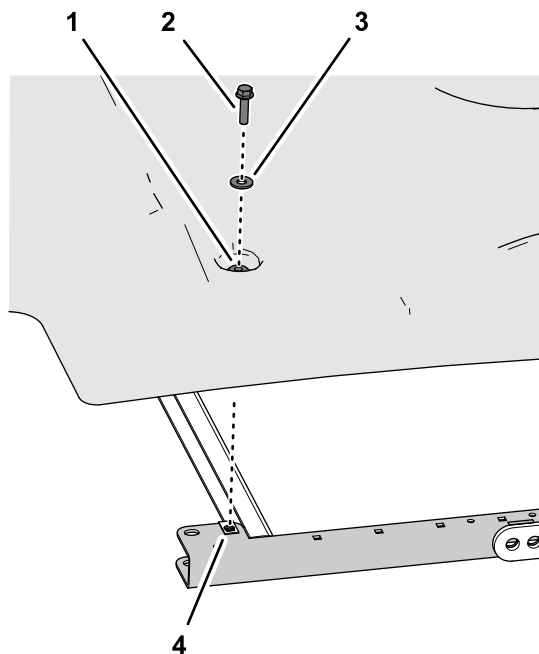
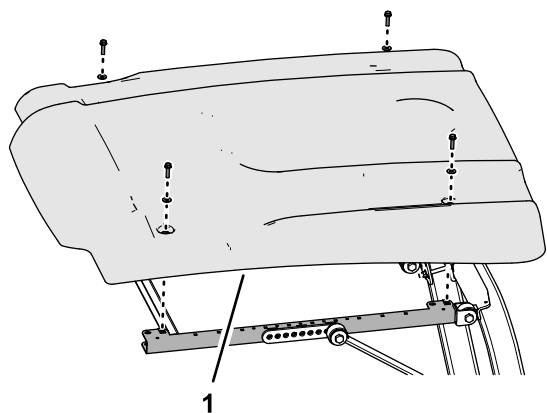

図 2
図 1
2. サンシェードを機体から外す 図 1。
1. サンシェードをサイドフレームチャネルに固定しているフランジヘッドボルト 5/16 x 1 1/4" 4 本とワッシャ 5/16" 4 枚を取り外す 図 1 と 図 2。